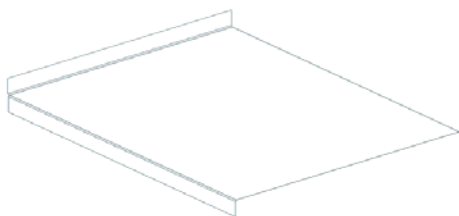

图 11-230 创建弯边特征 2
(6) 在“弯边”对话框中，单击 **应用** 按钮，创建弯边特征 2，如图 11-230 所示。